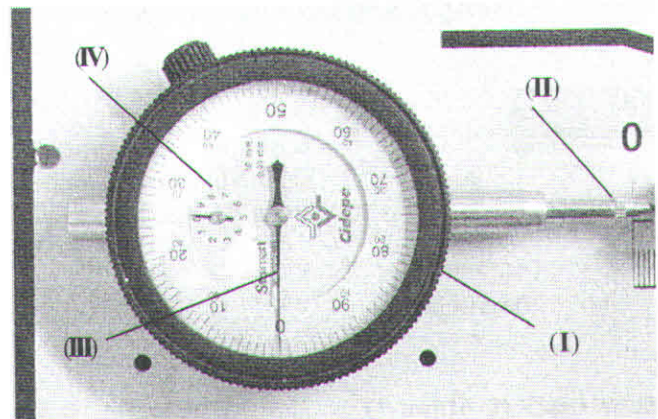

Figura 7
Observe que o medidor de dilatação possui um anel recartilhado ao seu redor (I), gire-o levemente para a esquerda e para a direita, constatando que a escala externa acompanha estes movimentos. Cada traço da escala externa equivale a 0,01 mm - Figura 7.